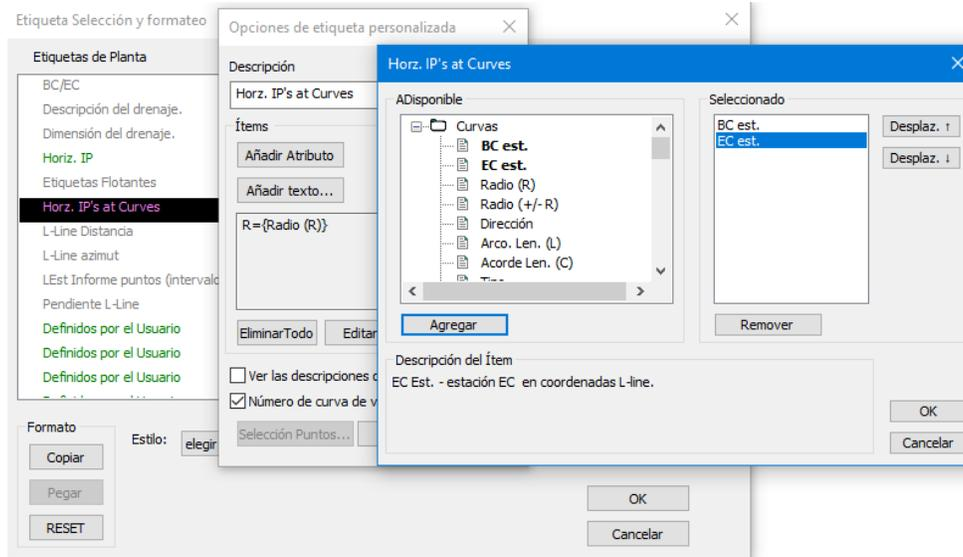

Figura 25-6: Mostrando Etiquetas de Curvas Horizontales
8. Adicione estaciones de Inicio de Curva (BC) y Final de Curva (EC) a las etiquetas de IPs de Curvas Horizontales:
- Haga clic en el botón *Añadir Atributo* y luego agregue *BC est.* y *EC est.* (Figura 25-6).